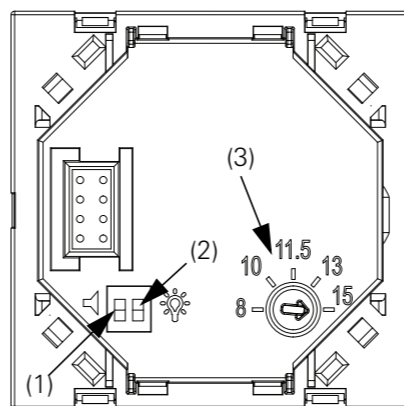

Abb. 4: Geräte-Aufsatz (Rückseite)
- Bevor der Geräte-Aufsatz zusammen mit dem Rahmen auf den UP-Einsatz gesteckt wird, eventuell Einstellungen am Messmodul (Geräte-Aufsatz) vornehmen, siehe Kapitel „Einstellungen“, Abb. 4.
Um Einstellungen am Gerät vornehmen zu können muss der Geräte-Aufsatz vom UP-Einsatz abgezogen werden. Auf der Rückseite des Geräte-Aufsatzes befinden sich dann die Einstellungsmöglichkeiten, siehe Abb. 4.